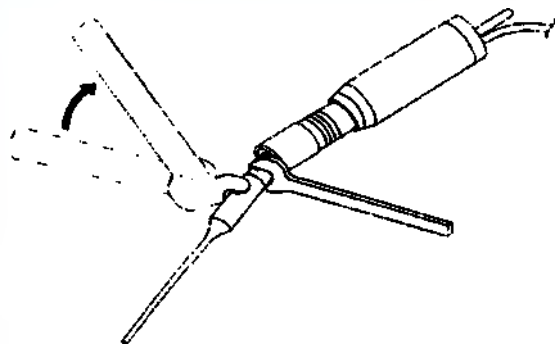

Рисунок 11 – Установка ультразвуковой насадки
4. Удерживая торцевой ключ и рукоятку, вращать динамометрический ключ в направлении стрелки, чтобы затянуть ультразвуковую насадку. Немедленно прекратить затягивание, когда ручка динамометрического ключа вращается без центрирования относительно головки ключа, что является признаком приложения надлежащей силы (рисунок 11).